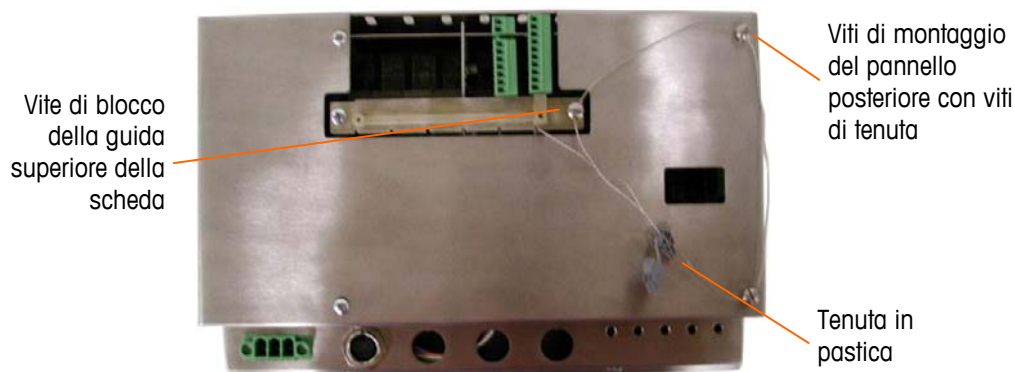

Figura 2-88: Sigillatura in tre punti, coperchio posteriore dell'armadietto a pannello
4. Infine, il pannello posteriore dell'armadietto viene sigillato, utilizzando le due viti standard e le tre viti di sigillatura indicate in Figura 2-88, due per serrare il pannello in posizione sui suoi supporti e una per serrare un'estremità della guida superiore della scheda.